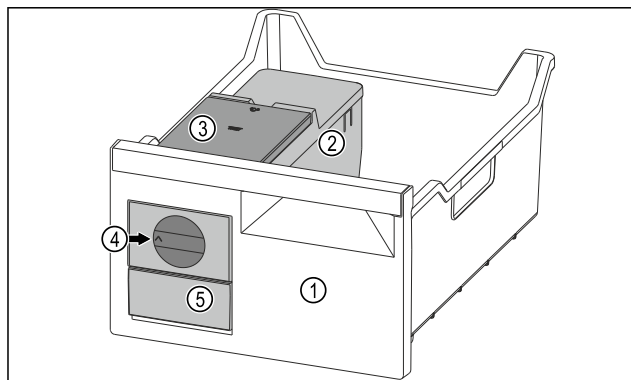

Fig. 102 Przykładowa prezentacja
- ▶ Pokrętko Fig. 102 (4) obrócić zgodnie z ruchem wskazówek zegara.
- ▶ Kostki lodu wypadają do pojemnika na kostki lodu w szufladzie na kostki lodu Fig. 102 (5).